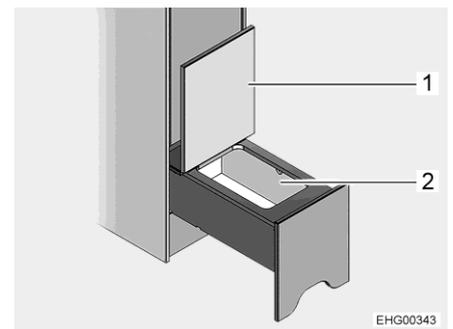

Fig. 80 Vano
- Alzare il coperchio (Fig. 80,1). È così possibile accedere al vano (Fig. 80,2).